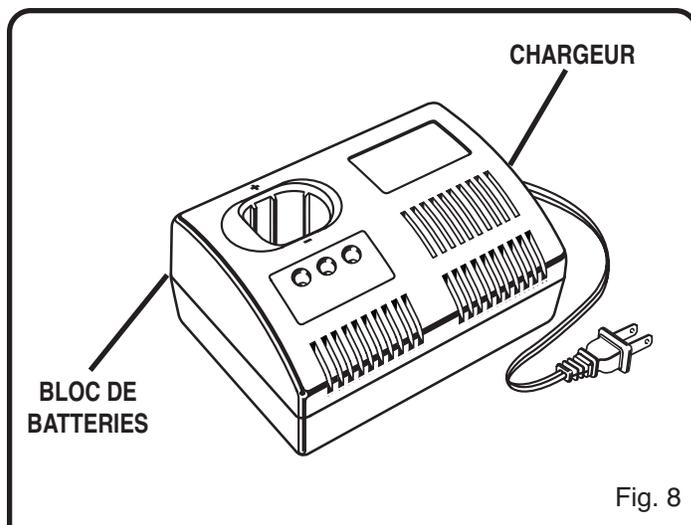

Fig. 8
- Placer le bloc de batteries dans le chargeur. *Voir la figure 8.* Aligner la saillie du bloc de batteries sur la rainure du chargeur.